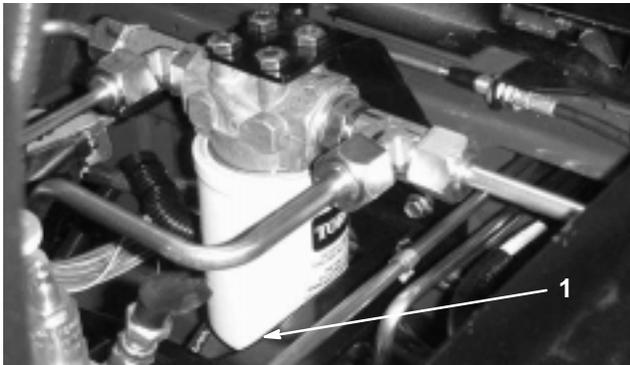

Figure 41
2. Nettoyez la surface autour de la surface de montage du filtre. Placez un bac de vidange sous le filtre et déposez le filtre (Fig. 41 & 42).